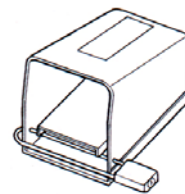

图 1—锁好后的脚动开关
10. 不使用时，应该将脚动开关锁好（见图 1）。以免意外启动设备。